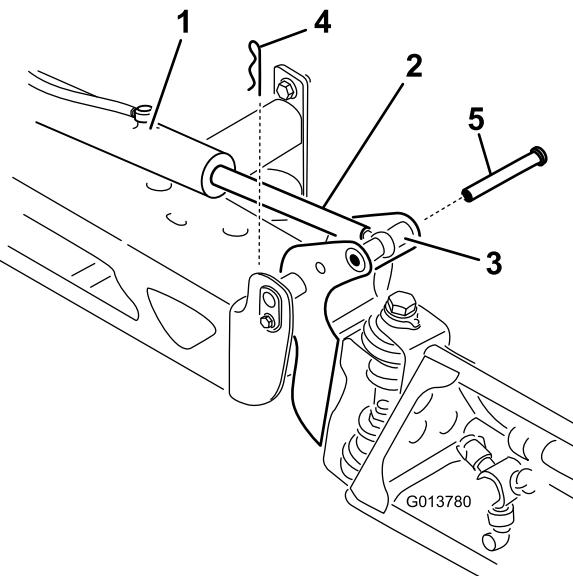

Рисунок 58
2. Извлеките шплинт из оси поворота (Рисунок 58).
9. Удерживая стрелу, проденьте штифт сквозь ось поворота стрелы и шток привода (Рисунок 58).